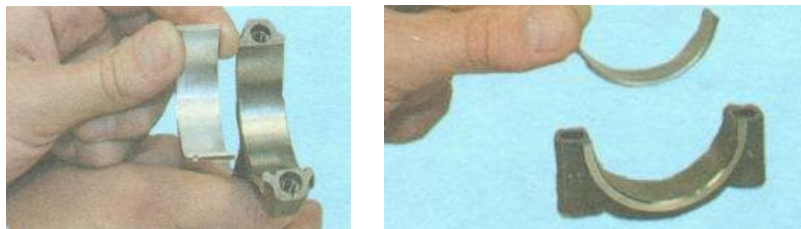

Рис. 1.18. Вкладыши шатуна
32. Вынимаем вкладыши подшипников из шатуна и крышек (рис. 1.18). Если вкладыши коренных подшипников остались на коленчатом валу, снимаем их с коленвала.